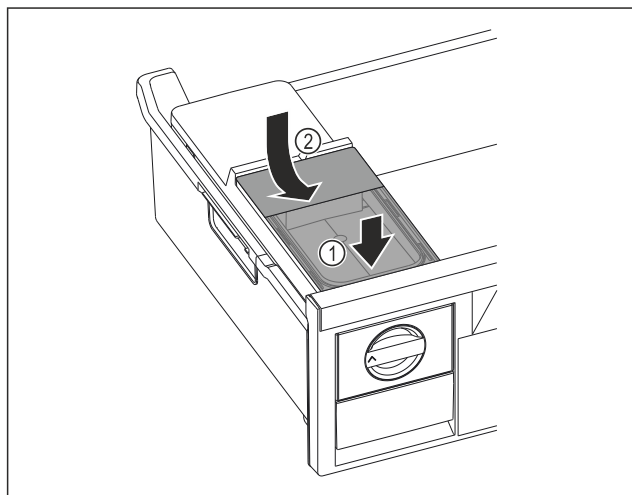

Fig. 122
- ▶ Установите бак для воды спереди. Fig. 122 (1)
- ▶ Опустить бак для воды сзади. Fig. 122 (2)